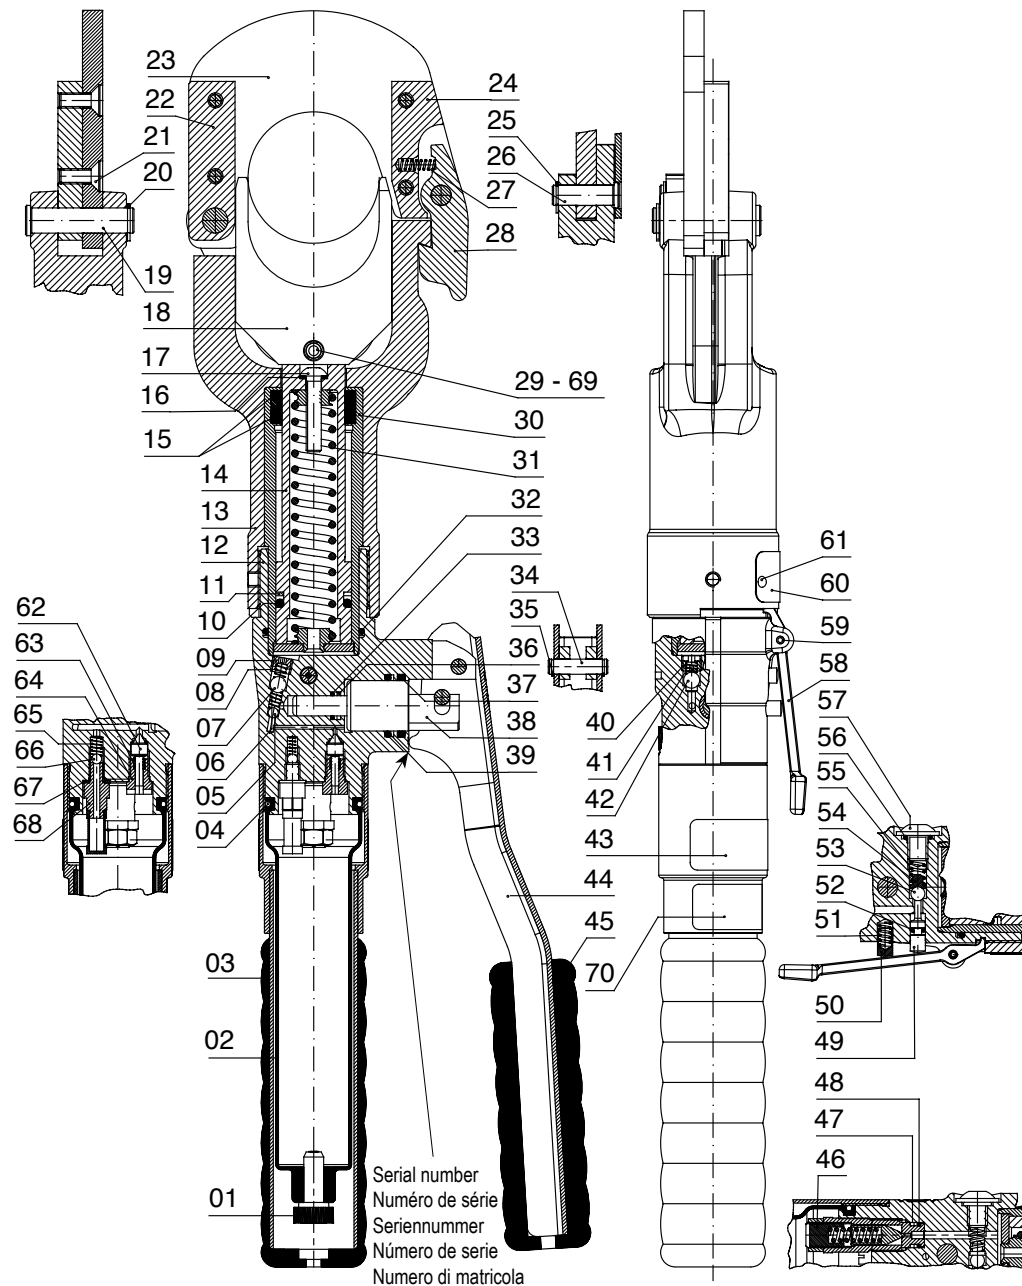

FIG. 4
7. LISTA DEI COMPONENTI (Rif. a Fig. 4)